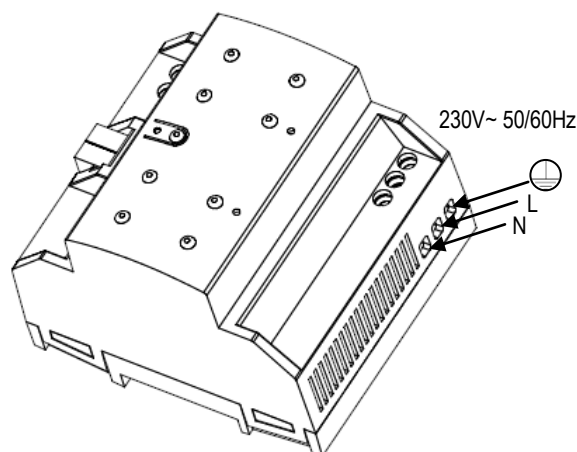

Abb. 2: ZPS320MPA230 Installation und Anschluß
- Die Netzleitung wird an die Klemmen L, N und SL angeschlossen, wie auf Abb. 2 dargestellt